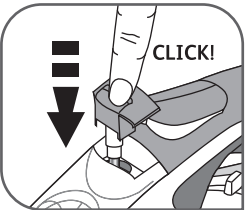

Fig. 21
- Montați la loc tija anti-calcar; introduceți-o până când se aude un clic – fig.21.
- La sfârșitul operațiunii, montați la loc tija anti-calcar; introduceți-o până când se aude un clic – fig.21.